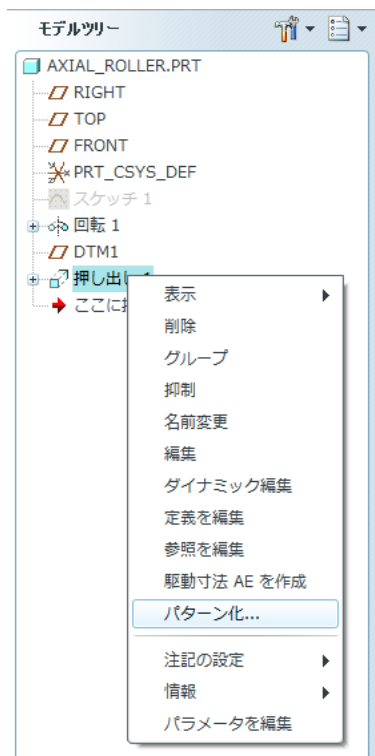

図 13-15 パターン化の指定
- ・ 図 13-15 に示すように、モデルツリーに表示されている「押し出し」を右クリックしてから、間隔や方向を任意に設定することができる機能である「パターン化」を選択する。